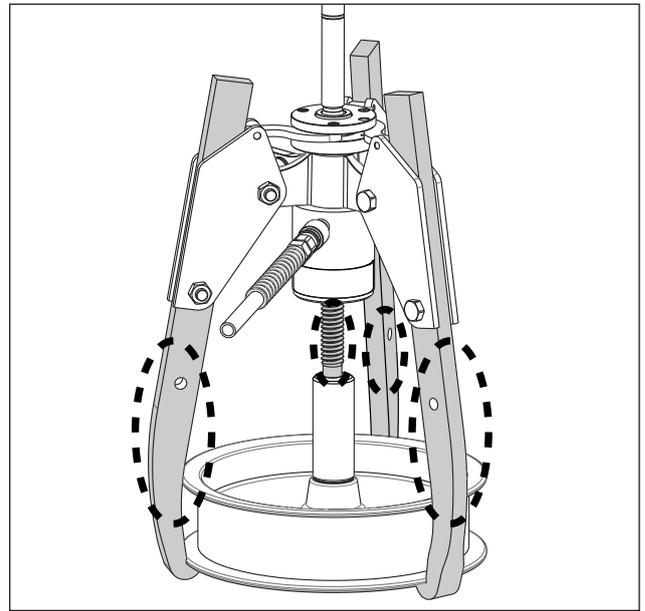

图 8, 检查是否变形
- 操作时, 注意拔轮器是否有钳爪或调节杆变形的迹象。参见图 8。如发现任何变形情况, 立即将泵站停机。